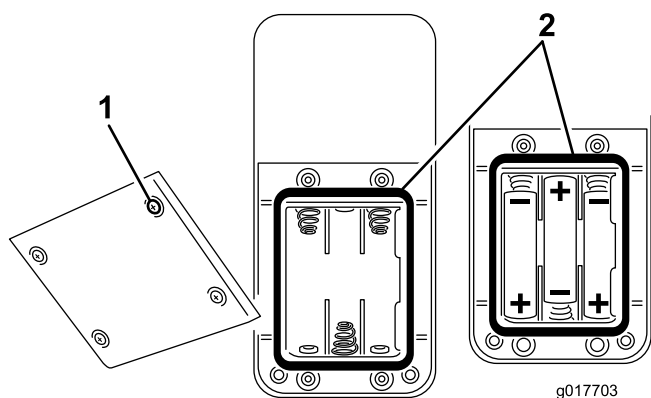

Figura 40
2. Se instalar as baterias num compartimento vazio, instale três baterias AAA novas. Certifique-se de que coloca as baterias como se mostra em Figura 40.
3. Se substituir baterias usadas, retire as baterias velhas e instale baterias AAA novas. Certifique-se de que coloca as baterias como se mostra em Figura 40.